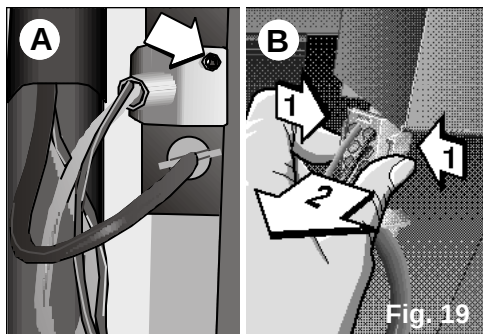

Fig. 19
- ☐ Pour extraire la connexion électrique, enlevez la vis et retirez le couvercle qui la recouvre, **Fig. 19 A**. Pressez avec précaution les pattes latérales du connecteur et le retirez de son emplacement. **Fig. 19 B**.
Assurez-vous que la connexion électrique soit recouverte par le couvercle et fixée par la vis correspondante. Fig. 19.